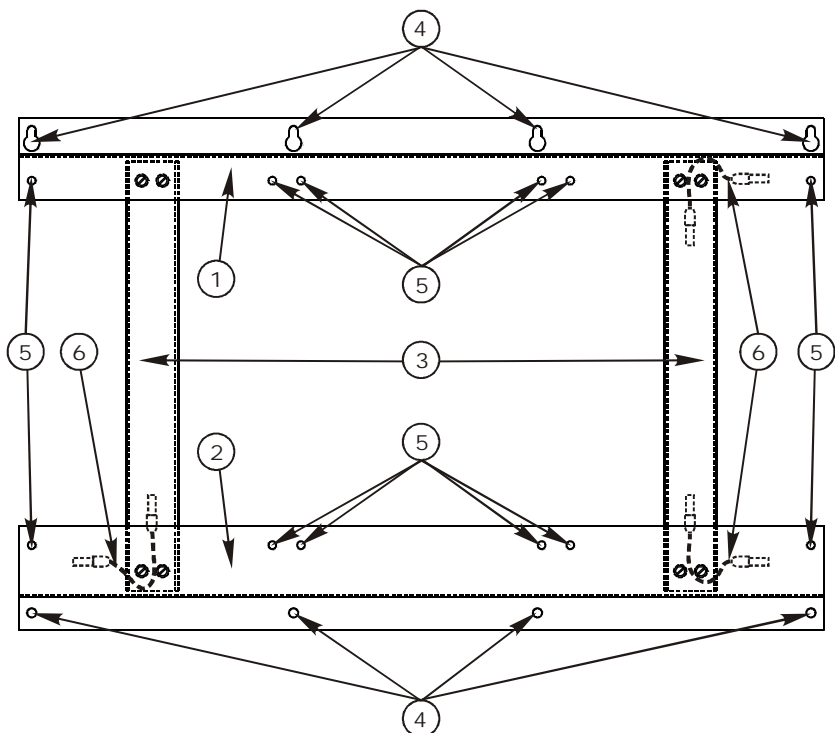

Рисунок 1 – Рама для установки стабилизаторов СКМ-6000
4.2 Используя составные части МК10 КСДП.687445.003, собрать раму (рисунок 1) в следующей последовательности: